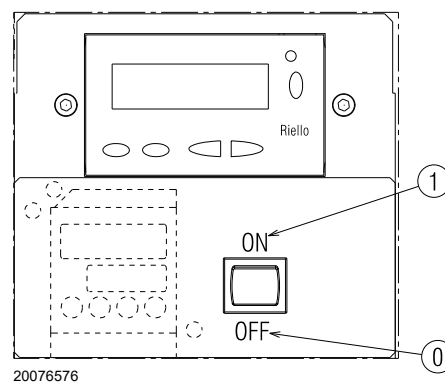

Fig. 32
Chiudere i termostati/pressostati e mettere l'interruttore di Fig. 32 in posizione “1/ON”.
- mettere l'interruttore di Fig. 32 in posizione “0/OFF” ed attendere che l'apparecchiatura esegua la fase di spegnimento;